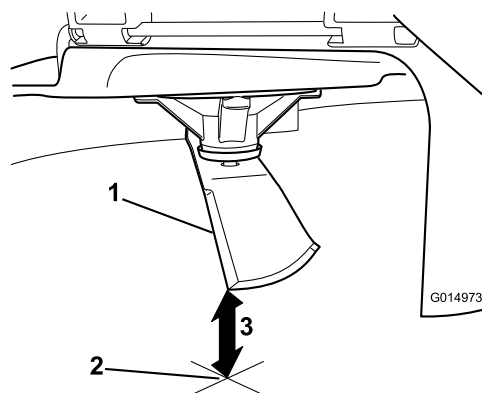

Figura 54
3. Meça da ponta da lâmina até à superfície plana (Figura 54).